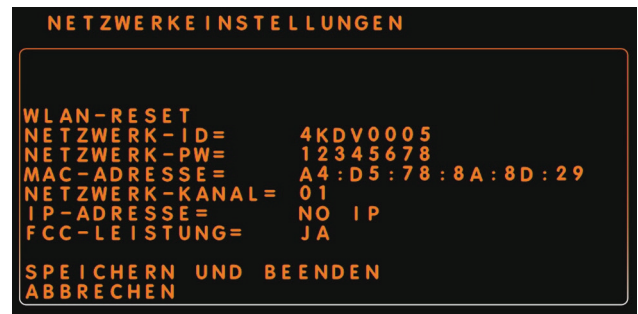

Abbildung 32. Netzwerkeinstellungen
1. Navigieren Sie zum Symbol **NETZWERK** auf dem Bildschirm MENÜ SYSTEMKONFIGURATION. Drücken Sie auf **Auswahl**, um den Bildschirm NETZWERKEINSTELLUNGEN zu öffnen (Abbildung 32).